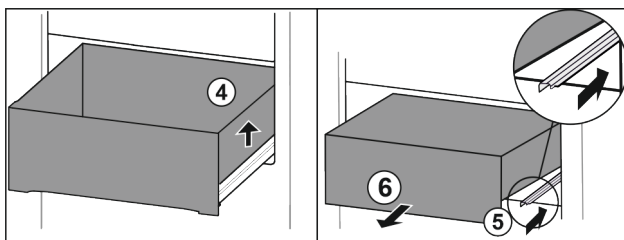

Fig. 96
- ▶ Schubfach rechts anheben. Fig. 96 (4)
- ▶ Rechte Schiene einschieben. Fig. 96 (5)
- ▶ Schubfach nach vorne entnehmen. Fig. 96 (6)